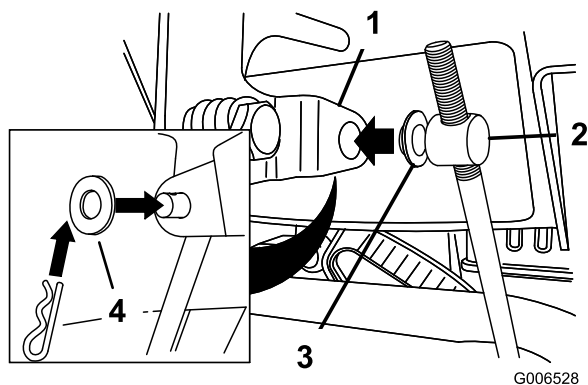

Рисунок 12
3. Извлеките шплинт и снимите внешнюю шайбу с цапфы на верхнем конце штока управления скоростью (Рисунок 12).
Примечание: Для облегчения монтажа оставьте плоскую шайбу на цапфе (Рисунок 12).
- Поднимите шток управления скоростью и вставьте цапфу в отверстие рычага переключения скоростей (Рисунок 12).
- B. Отсоедините цапфу от рычага переключения скоростей (Рисунок 12).
- C. Поверните цапфу на шток управления скоростью вниз (по часовой стрелке) (Рисунок 12).
- D. Присоедините цапфу к рычагу переключения скоростей (Рисунок 12).
- C. Поверните вверх цапфу на штоке управления скоростью (против часовой стрелки) (Рисунок 12).